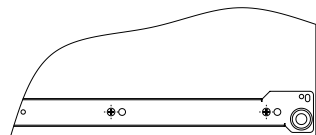

Рис.3
3. При помощи винтов М5х10,5 установить направляющие длиной 300 мм на детали 8, 9 (Рис. 3).